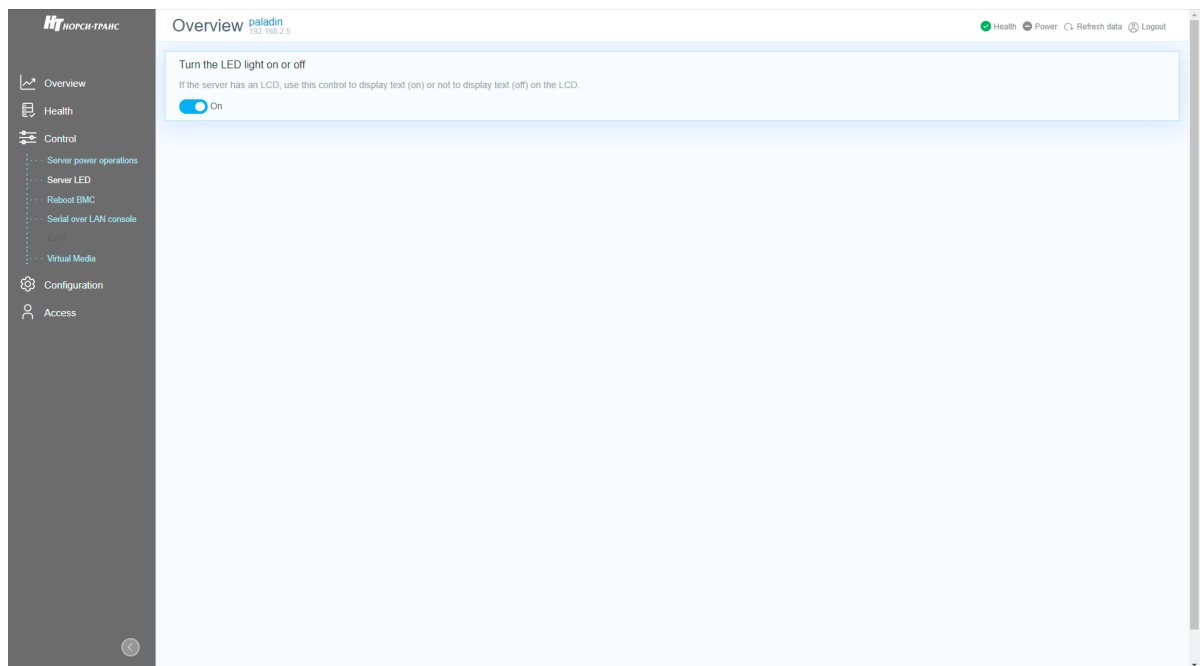

Рис. 70. Окно «Server LED»
- 3) Пройдите во вкладку «Control» → «Server LED» в данной вкладке осуществляется управление светодиодом идентификации сервера в серверной стойке. В поле «Turn the LED light on or off» установите переключатель в активное положение чтобы включить светодиод индикации сервера. Окно показано на рис. 70 Окно «Server LED»